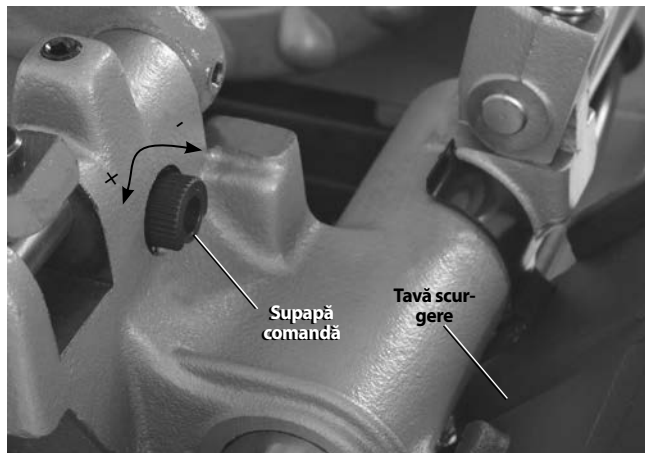

Figura 5 – Reglarea debitului de ulei
11. Verificați nivelul uleiului de filetare RIDGID. Îndepărtați tava de șpan și capitonajul tăvii de ulei; Verificați dacă ansamblul sitei-filtru este complet imers în ulei. *Vezi Înțreținerea sistemului de lubrifiere cu ulei.* Dacă mașina este echipată cu o tavă de picurare, aveți grijă ca aceasta să fie corect amplasată pentru picurarea corectă a uleiului de pe capul-filieră în tava de șpan (*vezi Figura 5*).
- Așezați capul-filieră în poziția de utilizare. Țineți apăsat întrerupătorul cu pedală. Verificați debitul de ulei peste capul-filieră: Ridicați piciorul de pe întrerupătorul-pedală. Debitul de petrol poate fi reglat cu supapa de comandă pe cărucior (*Figura 5*). Rotirea în sens orar micșorează debitul, și în sens antiorar mărește debitul. Nu reglați în timpul funcționării mașinii.